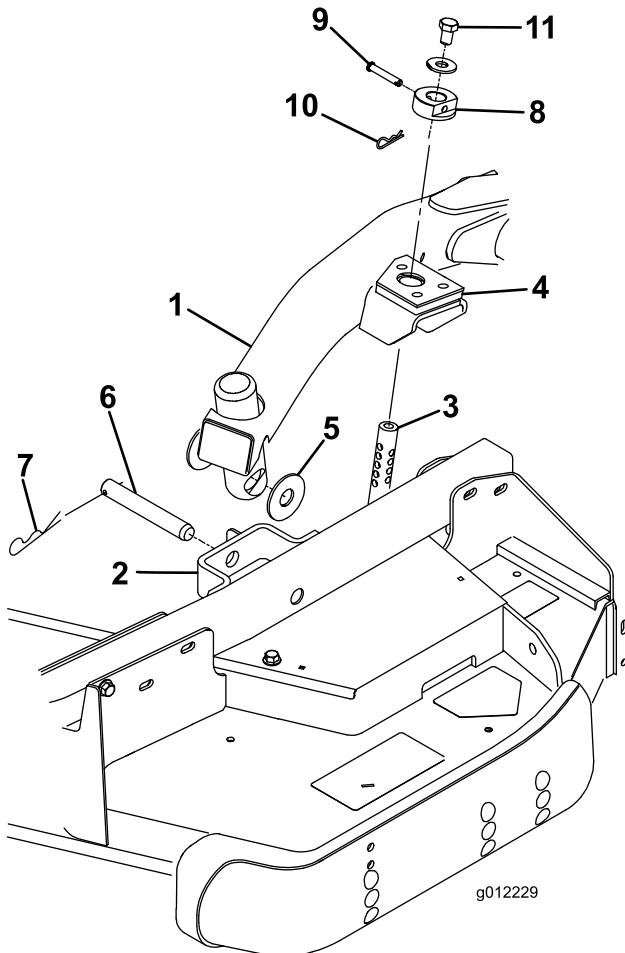

Figura 3
2. Mueva la palanca de elevación a la posición Flotar. Empuje hacia abajo uno de los brazos de elevación hasta que los taladros del brazo de elevación estén alineados con los taladros del soporte del brazo de la rueda giratoria, y la varilla de ajuste de la altura de corte pueda introducirse en los alojamientos del brazo de elevación (Figura 3).
3. Fije el brazo de elevación al brazo de la rueda giratoria con (2) arandelas de empuje, un pasador y un pasador de horquilla. Coloque las arandelas de empuje entre el brazo de elevación y el soporte del brazo de la rueda giratoria (Figura 3). Introduzca el extremo del pasador de horquilla en la ranura de la pestaña del brazo de la rueda giratoria para retener el pasador.
7. Instale los collares de ajuste de la altura de corte sobre las varillas de ajuste de la altura de corte y fíjelos con los pasadores y los pasadores de horquilla (Figura 3). Oriente la cabeza del pasador hacia la parte delantera de la carcasa.
- Instale un perno de 1/2 x 3/4 pulgada y una arandela en la parte superior de cada varilla de ajuste de la altura de corte (Figura 3).